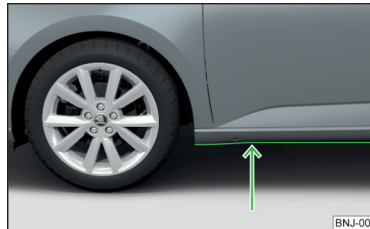

Abb. 202
- › Daher vor einer Wasserdurchfahrt die Wassertiefe feststellen. Der Wasserstand darf maximal an die Unterseite des Unterholms reichen » Abb. 202.